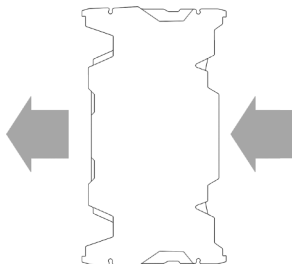

Рис. 16
2) Установите процессорное охлаждение на крышку процессора. На Рис. 16, предполагаемая ориентация выхода воздушного потока. Более длинная часть тела радиатора должна находиться сзади.